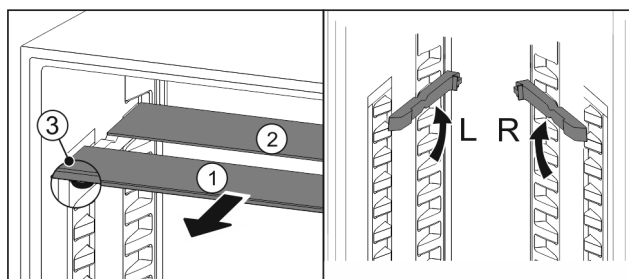

Fig. 62
- Trekk glassplatene enkeltvis fremover og ut Fig. 62 (1).
- ▷ Glassplate Fig. 62 (1) med pyntelist ligger foran.
- ▷ Stoppere Fig. 62 (3) peker nedover.